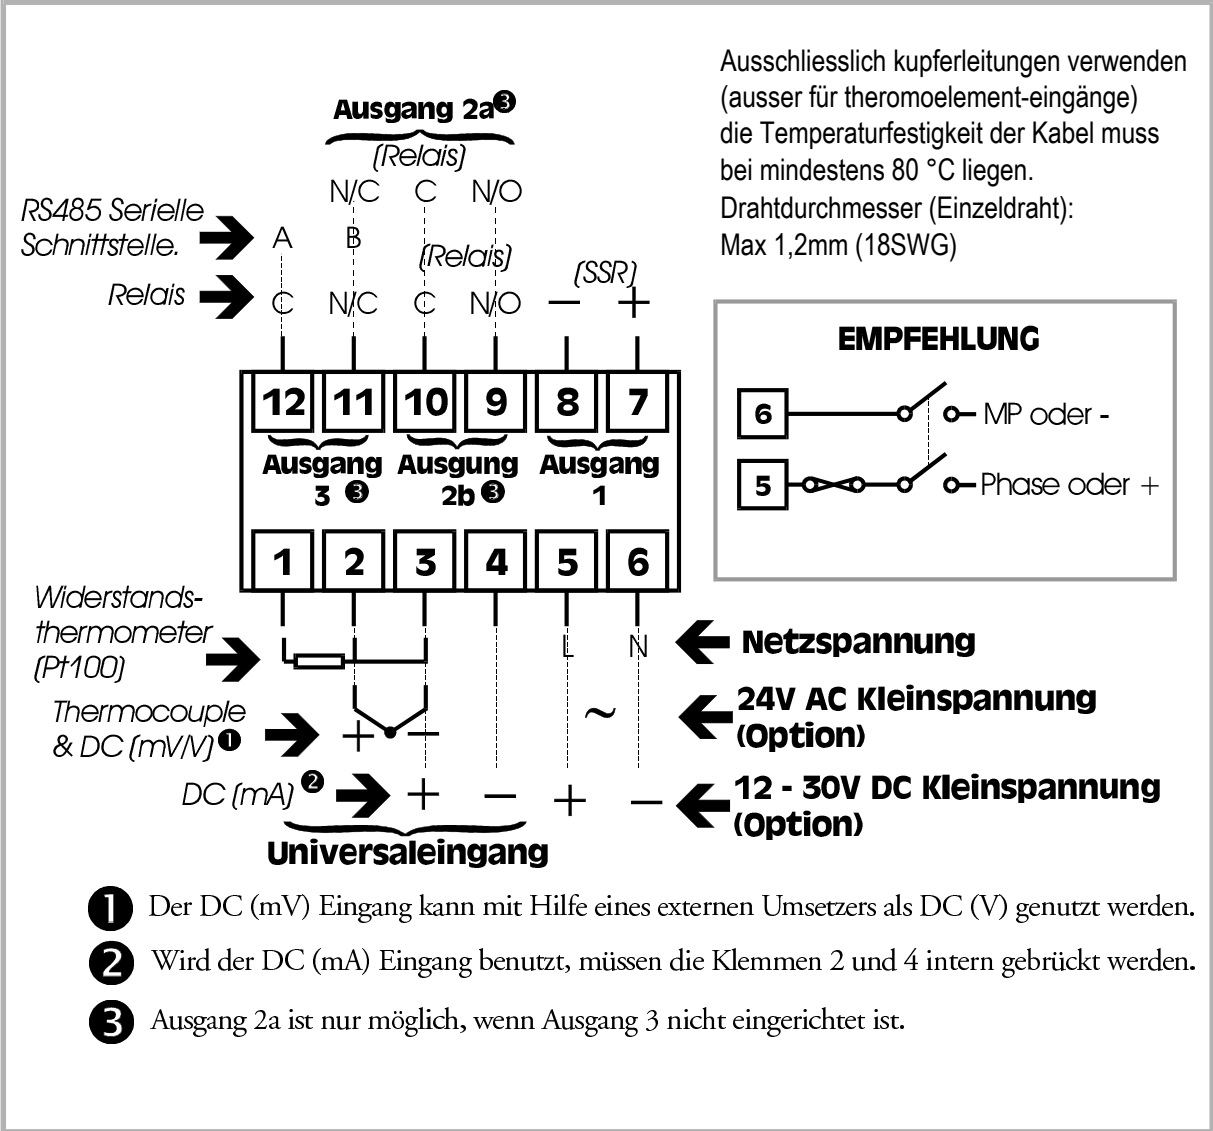

Abb. 3-1 Anschlußklemmenbelegung
Lineare Spannungseingänge (mV) werden an den Klemmen 2 und 3 angeschlossen, wie in Abb. 3-1 gezeigt. Lineare Spannungseingänge (V) werden an den gleichen Klemmen angeschlossen, benötigen jedoch einen externen Umsetzer. Lineare Stromeingänge (mA) werden an den Klemmen 3 und 4 angeschlossen. Die Klemmen 2 und 4 müssen gebrückt werden ($<0.1\Omega$).